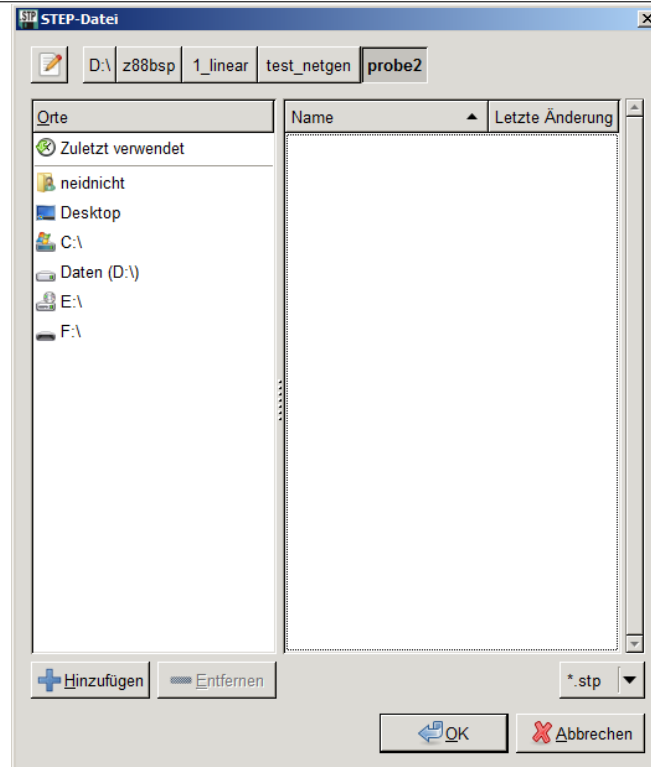

Abbildung 21: Einlesen von STEP-Daten
2. In Z88Aurora wählen Sie im Menü *Datei > Import > STEP-Daten*. In dem folgenden Auswahldialog können Sie automatisch nur STEP-Daten anwählen. Wählen Sie also die gewünschte Datei an (Abbildung 21).